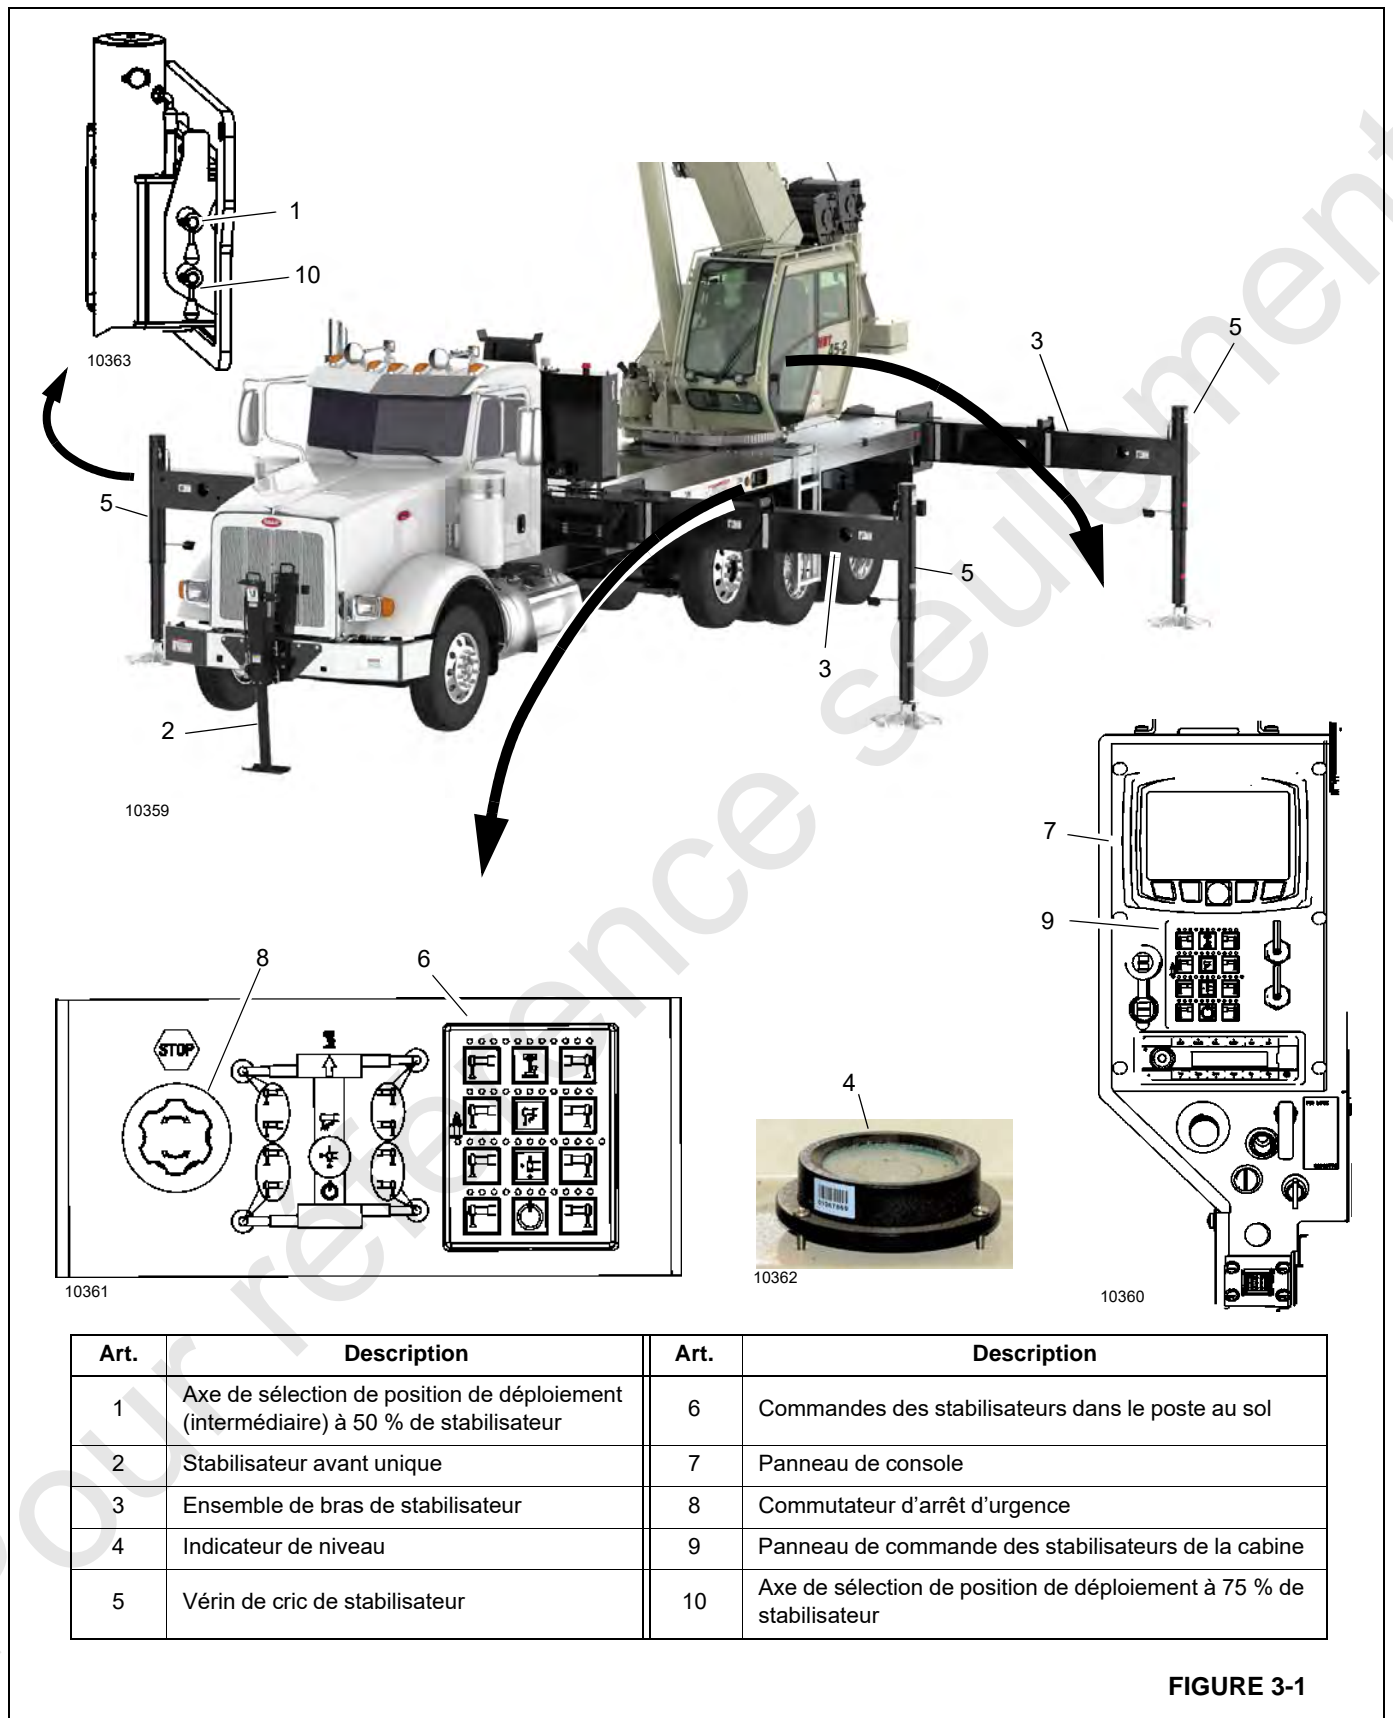
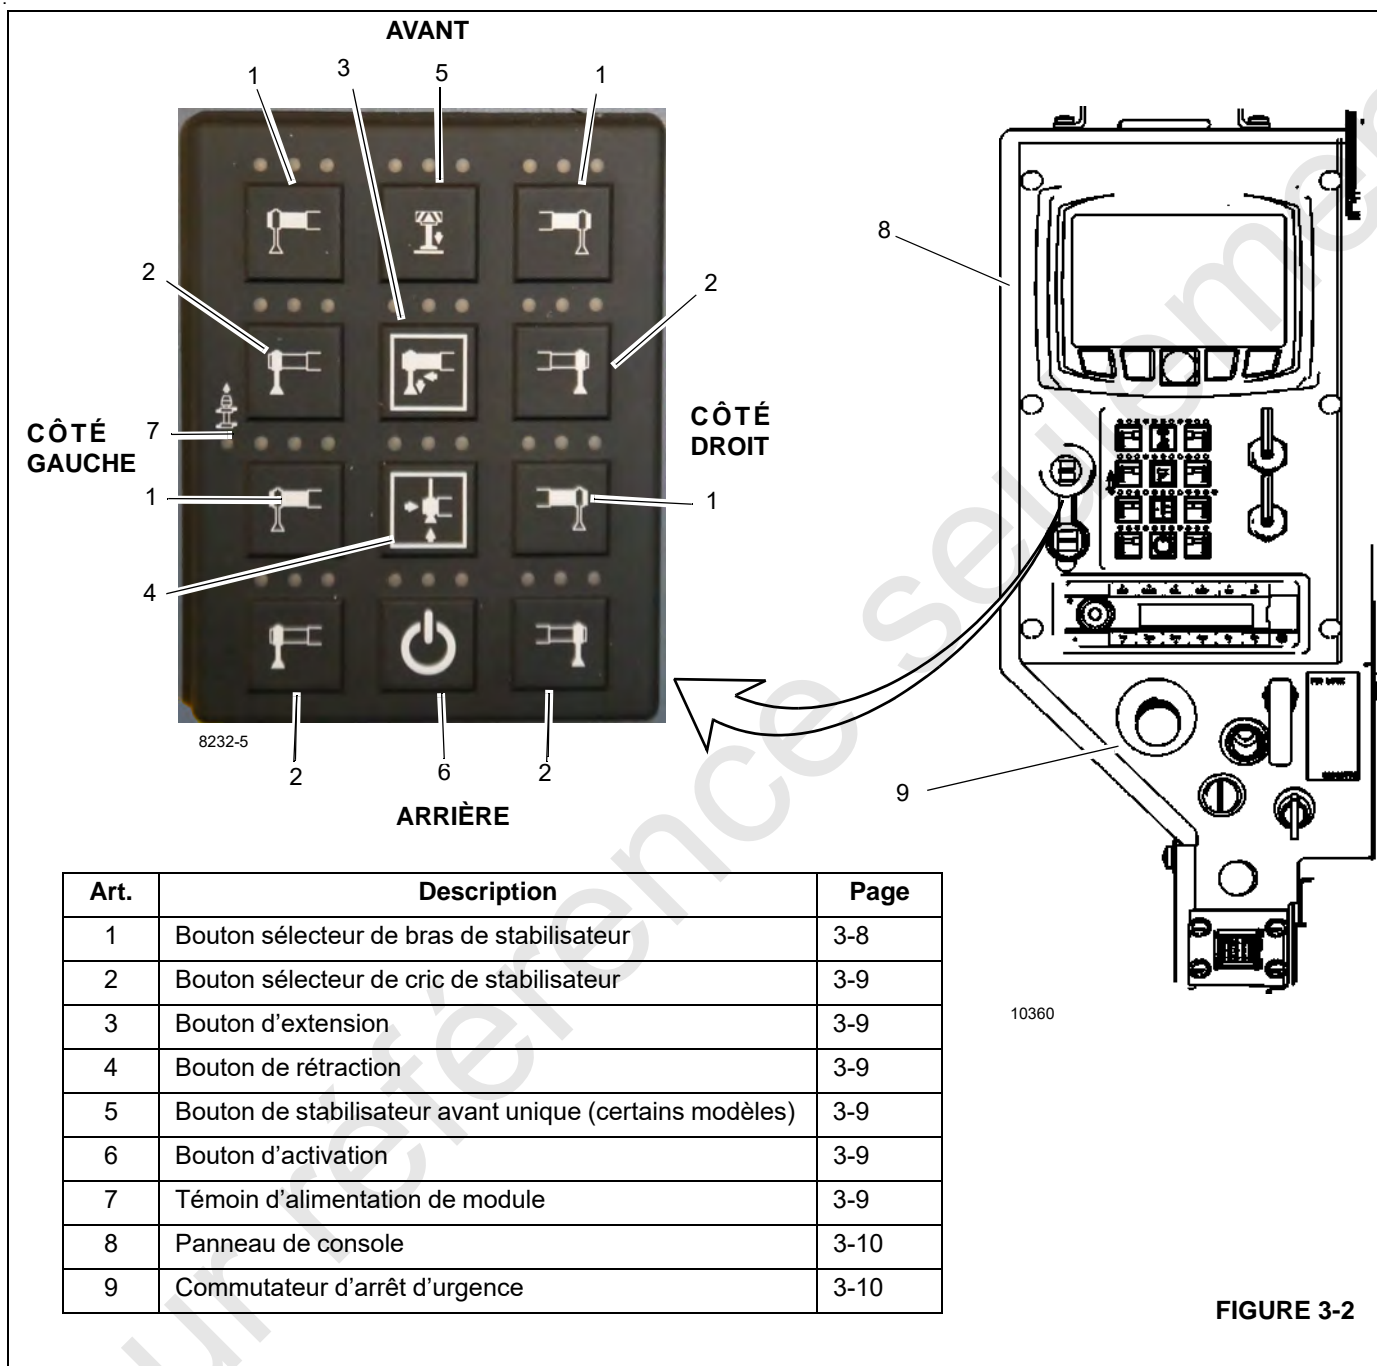

FIGURE 3-1
FIGURE 3-2
- Les interrupteurs d'arrêt d'urgence (ESTOP) des panneaux au sol inférieurs des stabilisateurs (9, Figure 3-1) ne doivent pas être enclenchés.
- Le commutateur d'arrêt d'urgence de la cabine de la grue (9, Figure 3-2) ne doit pas être enclenché.
Les stabilisateurs peuvent être actionnés depuis plusieurs endroits, dont le régisseur à claver (Figure 3-2) situé sur la console de la cabine de la grue et deux pavés numériques de commande (6 et 9, Figure 3-1) situés dans le poste au sol, des côtés gauche et droit du châssis porteur. Le régisseur des stabilisateurs de la cabine comprend les commandes pour déployer et rétracter les bras de stabilisateurs, ainsi que pour relever et abaisser les vérins (de cric) de stabilisateurs et le stabilisateur avant unique (SFO, certains modèles). Le poste au sol du côté droit (passager) commande tous les vérins de stabilisateurs verticaux et le SFO (certains modèles), mais uniquement les bras horizontaux du côté droit (passager) de la grue. Le poste au sol du côté gauche (conducteur) commande tous les vérins de stabilisateurs verticaux et le SFO (certains modèles), mais uniquement les bras horizontaux du côté gauche (conducteur) de la grue.
L'axe de sélection de position de déploiement intermédiaire de stabilisateur (1, Figure 3-1) peut être utilisé pour déployer le stabilisateur à 50 % de sa longueur. L'axe de sélection de position de déploiement à 75 % de stabilisateur (10), disponible en série sur les machines NTC, peut être utilisé pour déployer le stabilisateur à 75 % de sa longueur. Pour plus d'informations sur le déploiement des stabilisateurs, voir « Mise en place des stabilisateurs », page 4-1.
Le panneau de commande des stabilisateurs de la cabine (Figure 3-2) est situé sur le panneau de console avant de la cabine de la superstructure et sert à commander les stabili-
Les panneaux de commande situés dans le poste au sol se trouvent des côtés gauche (côté conducteur) et droit (côté passager) du tablier de transport (Figure 3-1). Chaque poste de commande comprend des commutateurs de commande pour déployer et rétracter les bras de stabilisateurs, ainsi que pour relever et abaisser les vérins de stabilisateurs et le stabilisateur avant unique (SFO, certains modèles). Chaque poste contient un indicateur de niveau et un commutateur d'arrêt d'urgence.
Chaque panneau de commande de stabilisateurs (Figure 3-1 et Figure 3-2) comprend quatre boutons sélecteurs de bras de stabilisateurs et quatre boutons sélecteurs de cric de stabilisateur.
Situé sur chaque panneau de commande des stabilisateurs de la cabine (Figure 3-2), le bouton d'activation est utilisé conjointement avec la présélection des sélecteurs des stabilisateurs pour commander les fonctions des stabilisateurs.
Situé sur le panneau de commande des stabilisateurs (3, Figure 3-2 et Figure 3-3), le bouton d'extension est utilisé conjointement avec les boutons d'activation pour commander alternativement les fonctions des bras et crics des stabilisateurs.
Situé sur le panneau de commande des stabilisateurs (4, Figure 3-2 et Figure 3-3), le bouton de rétraction est utilisé conjointement avec les boutons d'activation pour commander alternativement les fonctions des bras et crics des stabilisateurs.
Les voyants LED affichent l'état du bouton de commande en cours de sélection sur le panneau de commande des stabilisateurs de la cabine (Figure 3-2). Un voyant LED bleu s'allume pendant 5 secondes après la sélection d'un bouton.
Situé sur tous les panneaux de commande des stabilisateurs, le témoin d'état de module indique que le poste de commande des stabilisateurs (Figure 3-2) est activé en allumant une LED verte. Le poste de commande ne peut pas
Les boutons sélecteurs de bras de stabilisateur (1, Figure 3-2 et Figure 3-3) permettent d'actionner alternativement les bras de stabilisateurs avant et arrière. Les deux côtés peuvent être gérés depuis le panneau de commande des stabilisateurs qui se trouve dans la cabine.
Les boutons sélecteurs de bras de stabilisateur de commande au sol (Figure 3-1 et Figure 3-3) servent à actionner le bras de stabilisateur avant ou arrière seulement du côté de la grue où se trouve la commande au sol.
Utiliser les boutons sélecteurs de cric de stabilisateur (2, Figure 3-2 et Figure 3-3) pour indiquer le cric à actionner.
Le bouton de stabilisateur avant unique (SFO) est situé sur les panneaux de commande des stabilisateurs de la cabine (Figure 3-2) et du poste au sol (Figure 3-1 et Figure 3-3). Le bouton de SFO permet d'abaisser et de relever le stabilisateur avant unique en option (certains modèles). Pour actionner le SFO, appuyer sur son bouton pour l'activer, puis sur le bouton d'extension/rétraction et le bouton d'activation. Le SFO se rétracte automatiquement si l'un quelconque des autres crics est réglé et doit être remis en position initiale pour poursuivre les opérations de levage. Si la grue n'est pas équipée d'un SFO, la LED rouge est allumée.
Un commutateur d'arrêt d'urgence (9, Figure 3-2 et Figure 3-3) se trouve au niveau de chaque commande de stabilisateur de chaque côté du transporteur (Figure 3-3) et à l'intérieur de la cabine sur la console avant (Figure 3-2). L'actionnement d'un commutateur d'arrêt d'urgence entraîne la mise à l'arrêt du moteur. Si un commutateur d'arrêt d'urgence est actionné, que les interverrouillages de la grue sont engagés et que la grue est actionnée depuis la cabine de la grue, le commutateur d'arrêt d'urgence actionné apparaît sur l'affichage du RCL.